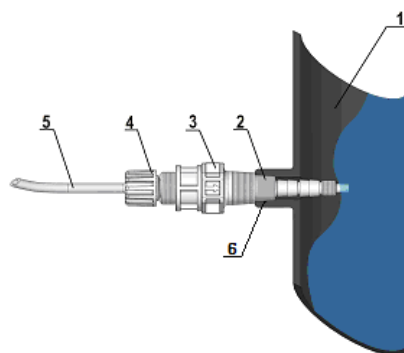

Fig. 7 - Montagem da Conexão
Tanto no tubo de ida quanto no de aspiração, evitar curvas excessivas a fim de evitar estrangulamentos no tubo. Aplicar na conduta do sistema a ser tratado, no ponto mais adequado para fazer a injeção do produto a ser dosado, uma conexão de 3/8" ou 1/2" para gás fêmea. Essa conexão é excluída do fornecimento. Aparafusar a válvula de injeção na "conexão guarnição" utilizando fita de PTFE, ver a Fig. 7. Conectar o tubo à conexão cônica da válvula de injeção e bloqueá-lo com a respectiva virola (4). A válvula de injeção também é válvula de não retorno.